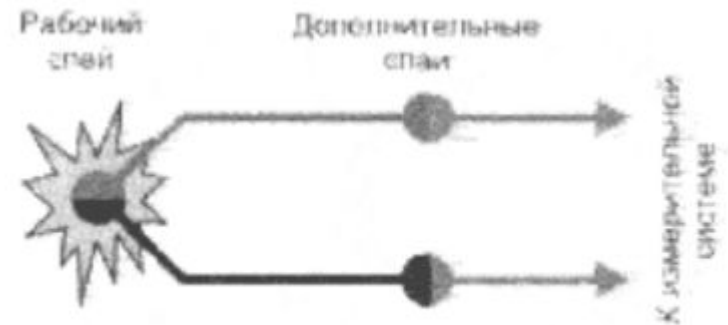

Рис. 3 Принцип работы термопары
*В местах подключения проводников термопары к измерительной системе возникают дополнительные термо ЭДС. В результате их действия на вход измерительной системы фактически поступает сумма сигналов от рабочей термопары и от «термопар», возникших в местах подключения (рис. 3).*